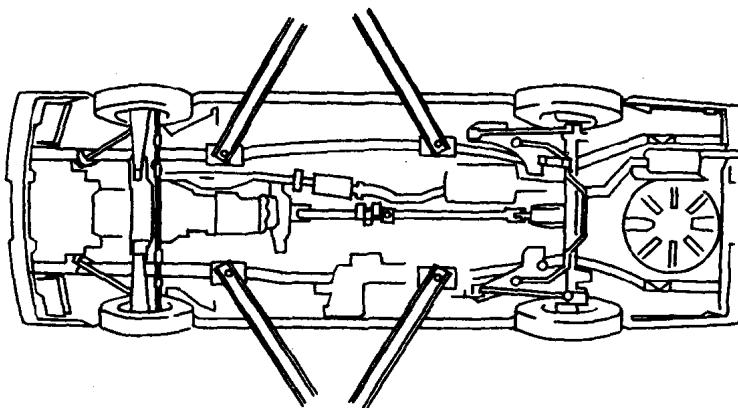

图 0-8 双柱举升器支撑位置
(4)举升器 用于整车的举升,常用的举升器有双柱举升器和四柱举升器。双柱举升器适用于轿车和小型汽车的举升,使用时把汽车驶到两柱之间,将支撑臂转到支撑位置(如图 0-8 所示)。举升时支撑臂不能与汽车的其他部位发生干涉,并确保汽车升起后前后的平衡。四柱举升器适用于所有车型,使用时把汽车驶上举升台,用楔形块将车轮楔住,举升后汽车仍以车轮为支撑,若需拆卸车轮则使用举升器副梁作支撑。当车辆举升到所需高度时,必须将举升器锁定好,才能进行车辆的维修作业。落下举升器时,应先检查车底下无不安全情况后才能下降。